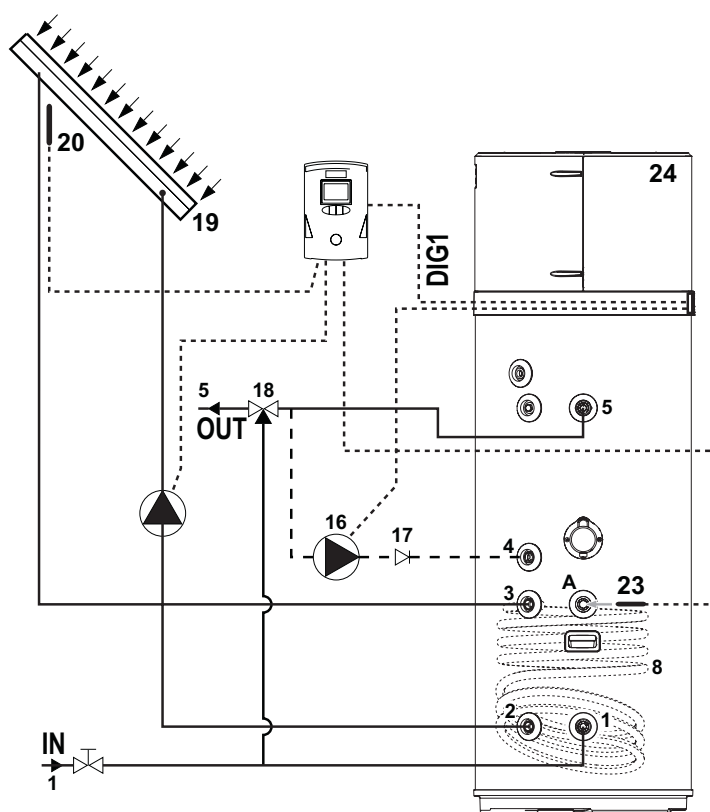
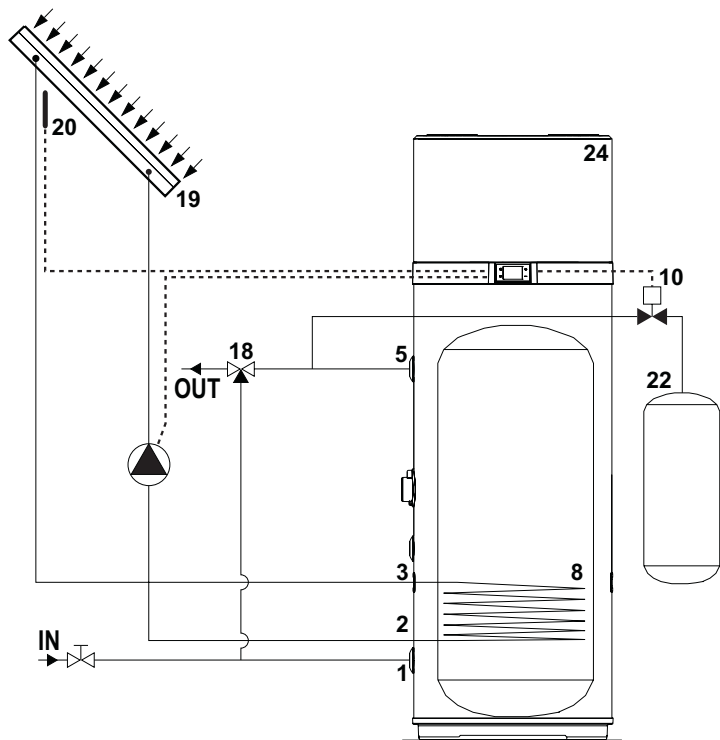
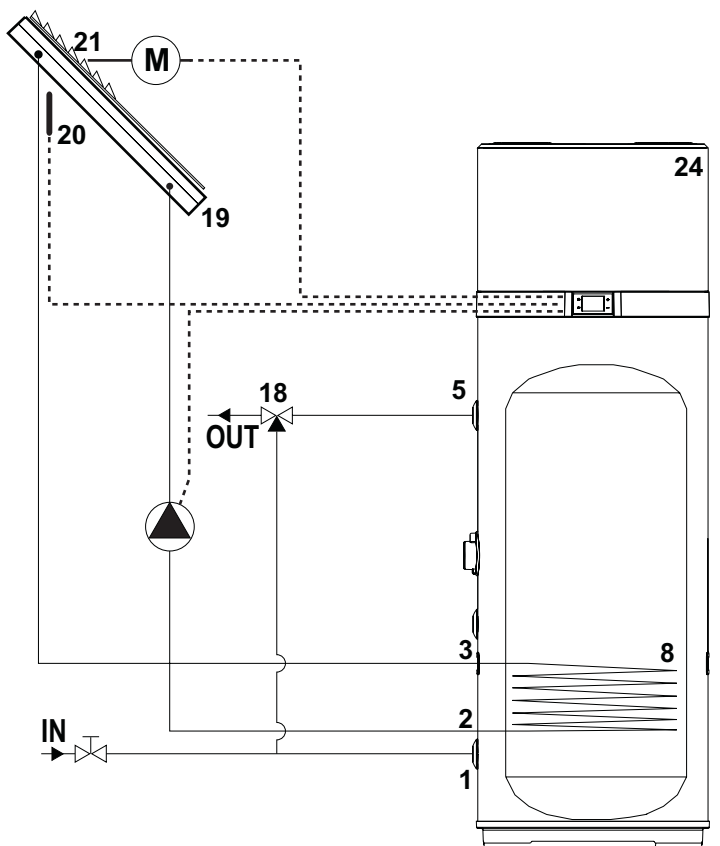

fig. 19
fig. 20
fig. 21
La figura seguente (fig. 19) mostra come collegare l'apparecchiatura ad un impianto solare termico controllato tramite centralina elettronica dedicata (non fornita) che dispone di un'uscita del tipo "contatto pulito" da collegare all'ingresso DIG.1 dell'apparecchiatura (vedere "6.7.1 Collegamenti remoti").
Le figure seguenti (fig. 20 e fig. 21) mostrano, invece, come collegare l'apparecchiatura ad un impianto solare termico controllato direttamente da quest'ultima, senza l'ausilio di una centralina elettronica dedicata.
Nella configurazione di fig. 20, in caso di sovra-temperatura del collettore solare, viene attivata una valvola di scarico (non fornita) per scaricare acqua calda contenuta nell'apparecchiatura in un serbatoio di accumulo sanitario (puffer).
Nella configurazione di fig. 21, invece, in tale condizione viene chiusa la tapparella del collettore solare.
**Legenda (fig. 19, fig. 20 e fig. 21)**